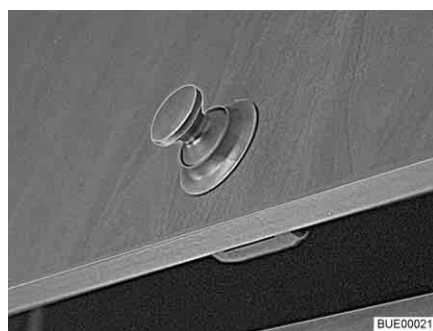
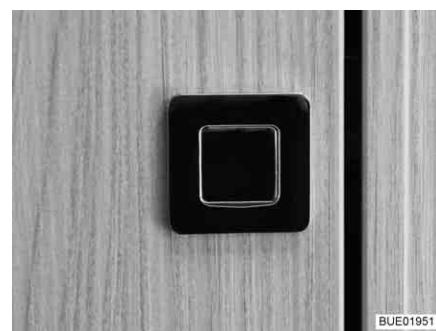

Fig. 44 Trampilla de muebles con botón de presión redondo
Fig. 45 Trampilla de muebles con botón de presión rectangular
- Pulsar la parte interior de la cerradura. El botón de presión (Fig. 44 o Fig. 45) salta hacia fuera.